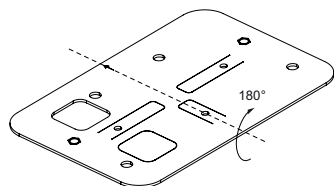
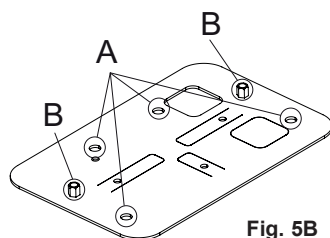

Fig. 5A
Fig. 5B
- 2) Ruotare la piastra di 180° sempre con la freccia che punta verso la cremagliera (Fig. 5A), posizionarla rispettando le misure di Fig. 3 e usarla come dima per marcare la posizione dei 4 fori per i tasselli (rif. A) e delle viti di ancoraggio del motoriduttore (rif. B) (Fig 5B). Ruotare la piastra è necessario perchè altrimenti gli inserti filettati impediscono di posare la piastra in piano.